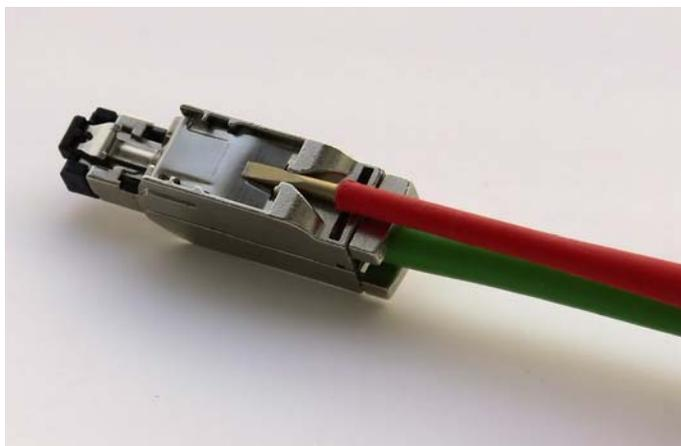

Figura 4-6 Allentare il bloccaggio dell' RJ45 Plug
1. Smontare dapprima tutti i cavi collegati. Vedere Figura 4-6